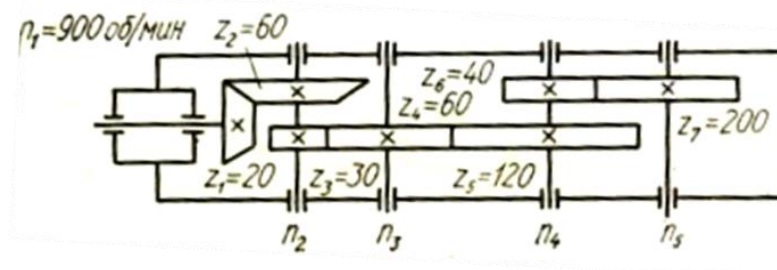

Рис. 4.
15. По заданным условиям определить частоту вращения на выходе *редуктора* (рис. 4).